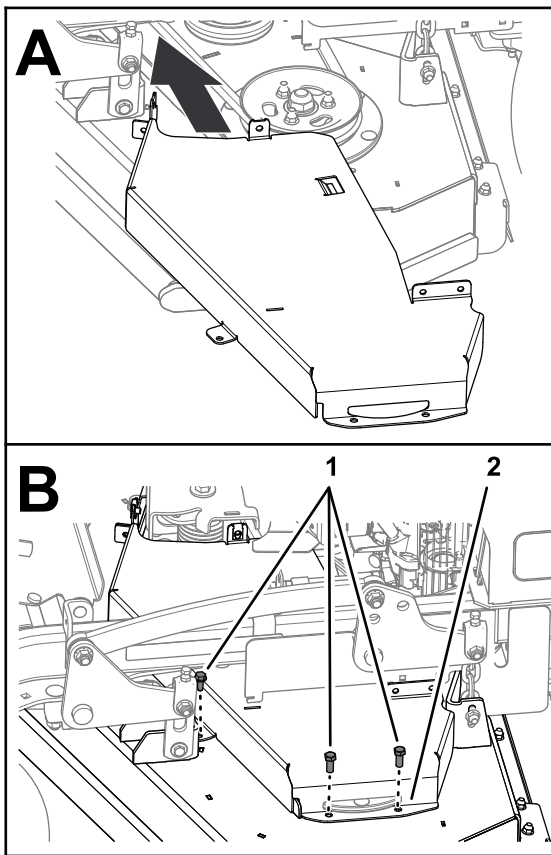

Figure 42
1. Fixez le protège-courroie gauche au plateau (**Figure 42**) à l'aide des 3 boulons que vous avez retirés sous Dépose du protège-courroie gauche (page 30).